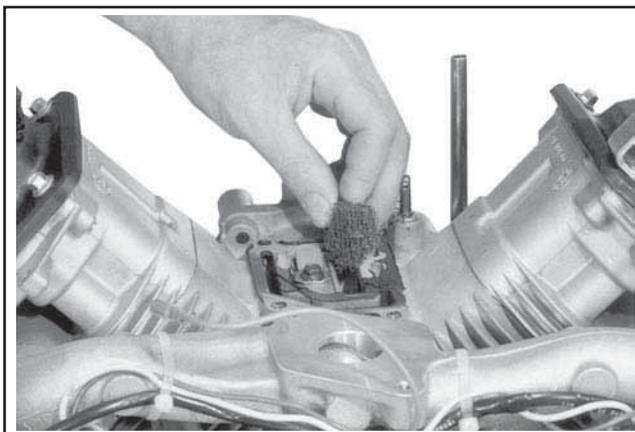

Figure 9-43. Enlèvement du filtre d'évent.
6. Enlever le filtre d'évent de la chambre. Voir la Figure 9-43.